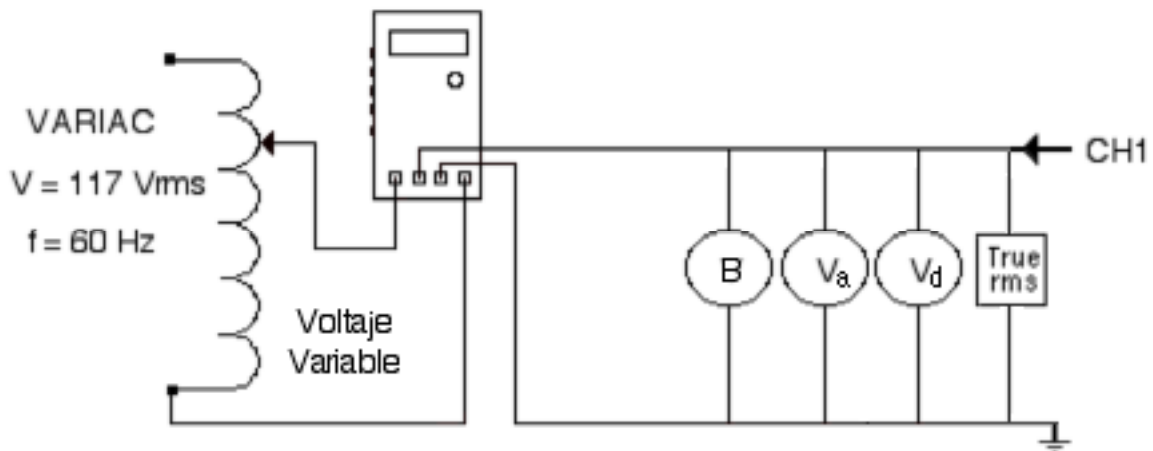
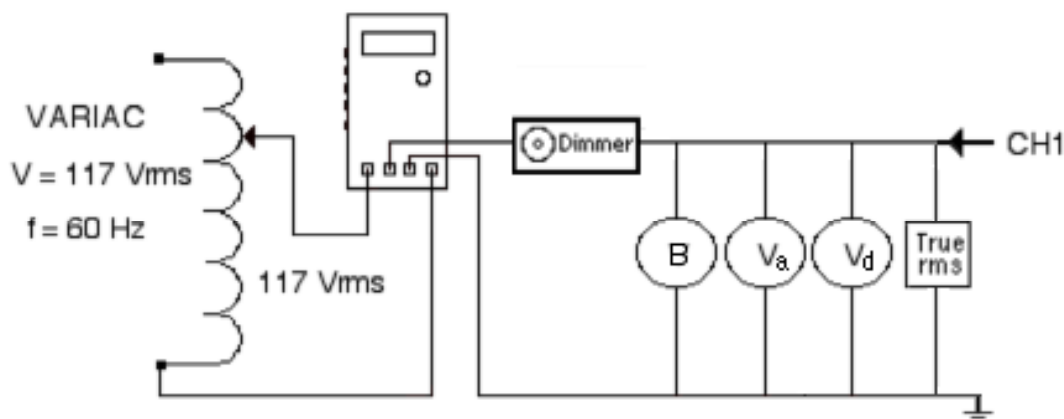

Figura 8.- Circuito demostrativo conectado directamente al variac para realizar mediciones con ondas sinusoidales
Figura 9.- Circuito demostrativo con el Dimmer para realizar mediciones con formas de onda no sinusoidales
20.- Para demostrar el tipo de medición que puede realizar un medidor de verdadero valor rms (True rms), así como las mediciones de potencia que realiza un vatímetro digital, se va a trabajar con los circuitos presentados en las Figuras 8 y 9, en los que se va a conectar en primer lugar el vatímetro digital, el bombillo y luego, en paralelo con éste, un voltímetro analógico, un voltímetro digital, un medidor de verdadero valor rms y un osciloscopio, como muestra la Figura 8. En la segunda parte de la demostración se va a incluir un dimmer, como se observa en la Figura 9.
21.- Una vez conectado el circuito de la Figura 8, se va a aplicar el voltaje con el variac de forma que la amplitud sea la máxima permitida y por lo tanto la potencia en el bombillo sea la máxima. En estas condiciones se van a registrar las lecturas del vatímetro, el voltímetro analógico, el voltímetro digital, el medidor de verdadero valor rms y el voltaje pico en el osciloscopio en la siguiente tabla. A continuación se va a reducir la amplitud de la señal entregada por el variac hasta que alcance la mitad del valor máximo aplicado anteriormente y se van a registrar para este caso las lecturas del vatímetro, el voltímetro analógico, el voltímetro digital, el medidor de verdadero valor rms y el voltaje pico en el osciloscopio.
22.- A continuación se monta el circuito de la Figura 9, incluyendo un Dimmer, como se muestra en dicha figura. Un Dimmer es un circuito electrónico que elimina una parte de la señal sinusoidal producida por la alimentación a fin de reducir la potencia entregada a la carga del circuito (en este caso el bombillo). El variac se va a llevar al voltaje máximo y se va a colocar el Dimmer en la posición que permite que llegue la máxima potencia al bombillo. En estas condiciones se van a registrar las lecturas del vatímetro, el voltímetro analógico, el voltímetro digital, el medidor de verdadero valor rms y el voltaje pico en el osciloscopio en la tabla correspondiente. A continuación se va a controlar el Dimmer hasta que en la pantalla del osciloscopio se observe solo la mitad de cada semiciclo de la señal de entrada y se van a registrar nuevamente las lecturas del vatímetro, el voltímetro analógico, el voltímetro digital, el medidor de verdadero valor rms y el voltaje pico en el osciloscopio. El análisis que Ud. va a realizar en el informe con los resultados obtenidos va a demostrar la importancia y conveniencia de contar con un medidor de valor rms verdadero.